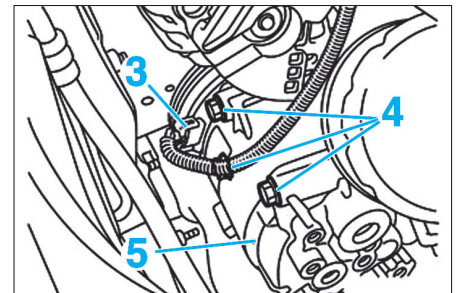
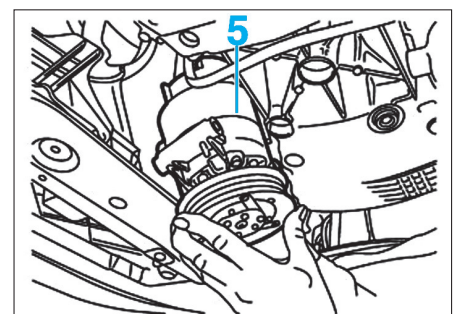

Fig. 4
Fig. 5
- Débrancher le connecteur (3) (Fig.4).
- Déposer les vis de fixation (4) du compresseur de climatisation (5).
- Pivoter le compresseur (5) et le déposer par le bas (Fig.5).